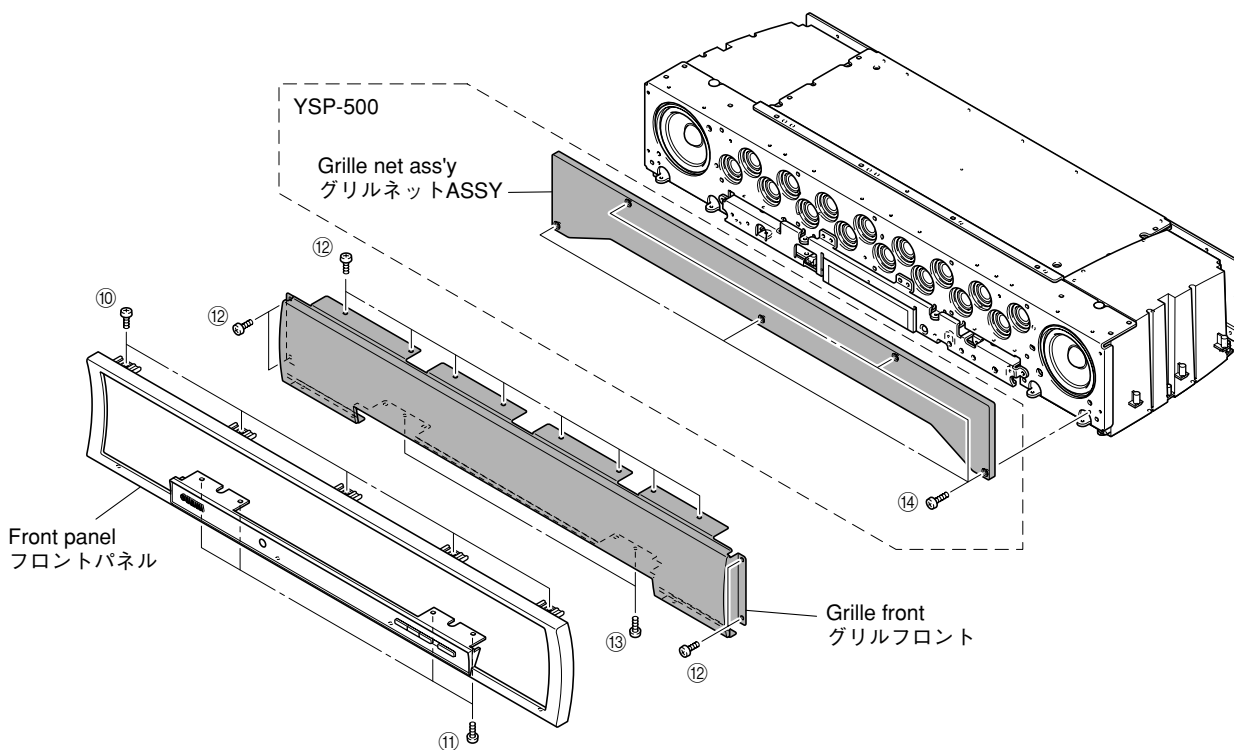

Fig. 10
- a. Remove 5 screws (⑩) and 4 screws (⑪). (Fig. 10)
- b. Remove the front panel forward. (Fig. 10)
- c. Remove 12 screws (⑫) and 2 screws (⑬). (Fig. 10)
- d. Remove the grille front. (Fig. 10)
- a. Remove 5 screws (⑭) and then remove the grille net ass'y. (Fig. 10)
- a. ⑩のネジ5本、⑪のネジ4本を外します。(Fig. 10)
- b. フロントパネルを前方へ取り外します。(Fig. 10)
- c. ⑫のネジ12本、⑬のネジ2本を取り外します。(Fig. 10)
- d. グリルフロントを前方へ取り外します。(Fig. 10)
- a. ⑭のネジ5本を外し、グリルネットASSYを取り外します。(Fig. 10)